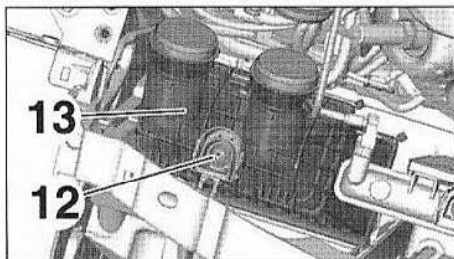

FIG.64
- les vis (8).
- Désaccoupler, dégrafer et mettre de côté le tuyau de dégazage (9).
- A l'aide d'une pince multiprise, dégrafer les fixations (10).
- Soulever et écarter vers l'avant la façade avant (11).
- Déposer (Fig.64) :
- la fixation (12),
- l'échangeur air/air (13).